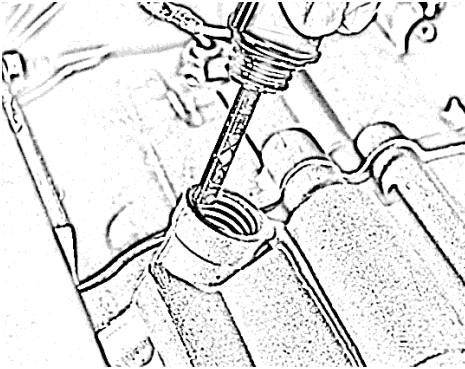

Rysunek 13
Nigdy nie obracaj korka wlewu oleju z podłączonym bagnetem do gwintu podczas odczytywania poziomu oleju. Prowadzi to do nieprawidłowego wyniku pomiaru, rys. 13.
- Całkowicie zanurzyć bagnet w oleju. Nigdy nie wkręcać bagnetu w gwint, rys. 13.